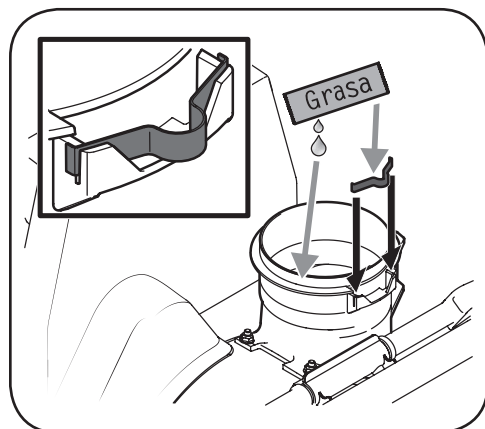

Figura 3-1
1. Instale el resorte de alambre en la abertura de descarga del accesorio quitanieve para lo cual debe insertar ambos extremos en las ranuras provistas. Consulte la Figura 3-1 para conocer la ubicación y la orientación adecuadas del resorte. En el recuadro de la Figura 3-1 se muestra el resorte correctamente instalado con los extremos colocados en las ranuras provistas.
NOTA: Place poco de la grasa de litio blanca ofrecidos en la primavera y el otoño de alambre anillo adaptador antes del montaje como se muestra en la Figura 3-1.